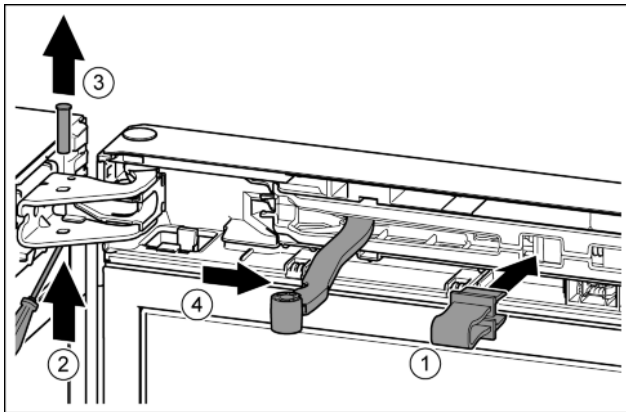

Fig. 13
- ▶ Зафиксировать предохранитель в отверстии. Fig. 13 (1)
- ▶ Выкрутить палец отверткой T15. Fig. 13 (2)
- ▶ Извлечь палец движением вверх. Fig. 13 (3)
- ▶ Повернуть шарнир в направлении двери. Fig. 13 (4)